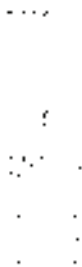
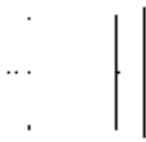

图 8-53 绘制的中心线一侧的轮廓线
图 8-54 镜像后的连接盘轮廓线
使用对象捕捉模式绘制倒角线及其他直线段,结果如图 8-53 所示。
8) 镜像图形。单击“修改”工具栏中的“镜像”按钮,以水平中心线为镜像轴进行镜像操作,对图 8-53 所示的全部图形进行镜像,结果如图 8-54 所示。